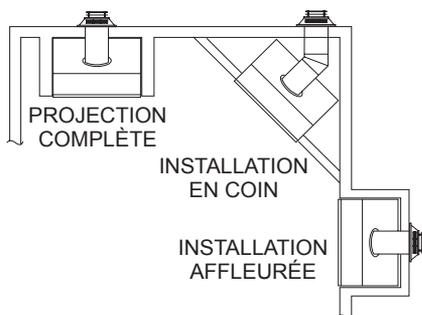

Figure 1 - Emplacements habituels du foyer
1. L'emplacement doit permettre des dégagements suffisants (voir figure 1).